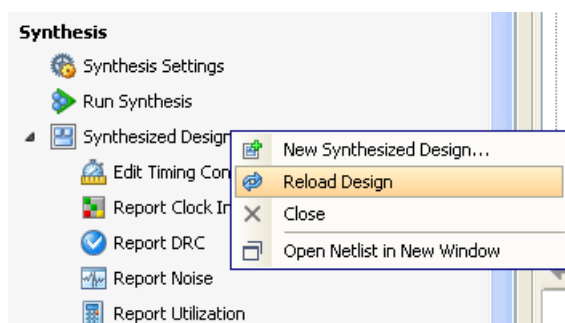

図 2-16 : [Reload Design] コマンド
- [Reload Design] : 図 2-16 に示すような Flow Navigator のポップアップ メニューから [Reload Design] コマンドを使用すると、変更前の状態に戻して、元のネットリスト、制約、ターゲット パーツを読み込み直します。